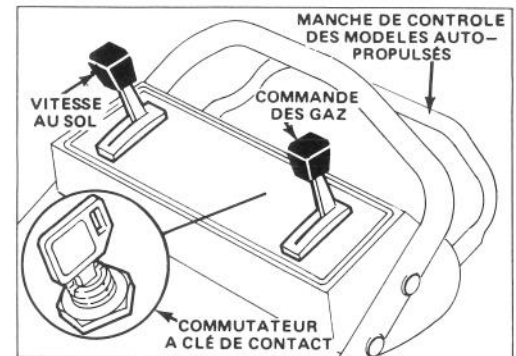

Figure 7
1. COMMANDES — Le commutateur à clé de contact (modèle à démarrage par clé de contact), la commande des gaz, le contrôle de vitesse au sol et la barre de commande d'auto-propulsion se trouvent sur le mancheron supérieur (Fig. 7). Le démarreur manuel se trouve sur le dessus du moteur
2. Branchez le câble de la bougie et, sur les modèles auto-propulsés, placez le contrôle de vitesse au sol en position "N" (Fig. 7).
4. DEMARRAGE KEY-LECTRIC — Placez la commande des gaz (Fig. 7) en position ETRANG-LEUR (CHOKE). Tournez la clé (Fig. 7) à START (DEMARRAGE) et relâchez lorsque le moteur commence à tourner.
6. ARRET (Fig. 7) — Relâchez la barre de commande pour arrêter l'entraînement. Placez le contrôle de vitesse au sol en position "N" sur les modèles auto-propulsés. Pour arrêter le moteur, placez la commande des gaz en position OFF (ARRET). Retirez la clé du commutateur ou débranchez le câble de la bougie si la tondeuse n'est pas en usage ou n'est pas surveillée.